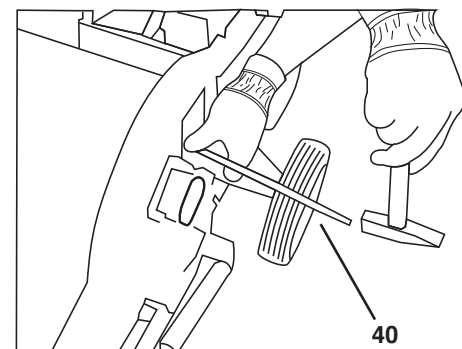

Figure 34
Tourner le rotor pour pouvoir enlever l'axe du marteau à travers l'orifice de montage (39). Pour cela, sortir l'axe du côté opposé avec un poinçon (40) (voir « Figure 34 »).